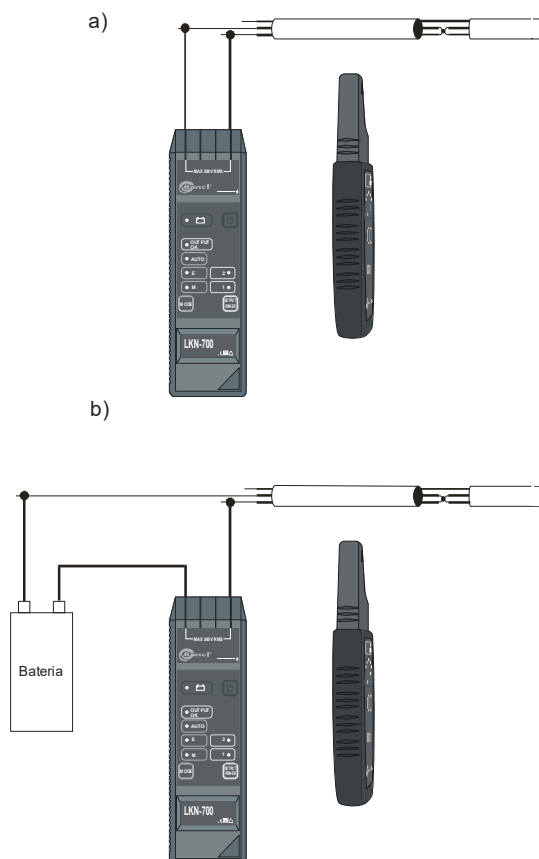

Рис.11 Поиск места короткого замыкания проводов
- Клавишей **4**  установить режим работы «ток-напряжение» «M+E» или «AUTO» (Рис.11.а) или «ток» «M», если используется внешний источник питания (Рис.11.б);
При высоком сопротивлении цепи напряжение генератора может оказаться недостаточным для создания соответствующего тока: 10 мА, 20 мА или 40 мА (диод 9 «OUTPUT OK» не светится). Тогда между генератором и одним из проводов следует подключить дополнительный источник с достаточно большим напряжением (Рис.11.б) и изменить режим работы генератора на «ток» «М». В схеме с Рис.11.а можно использовать режим «силовой» «Е», помня об установке приемника в режим «ток» «М».